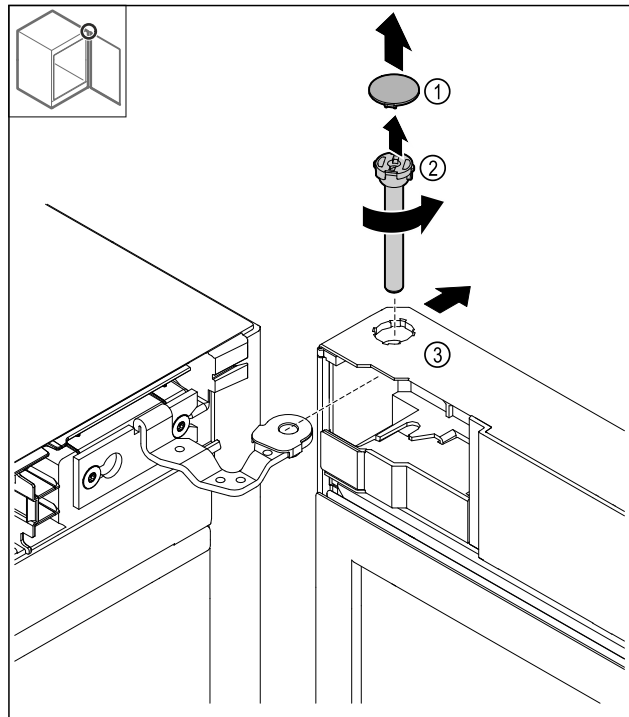

Fig. 19
- Zdjąć Fig. 19 (1) osłonę.
- Sworznie Fig. 19 (2) obrócić przeciwnie do ruchu wskazówek zegara i wyjąć.
- Przechylić lekko drzwi Fig. 19 (3).